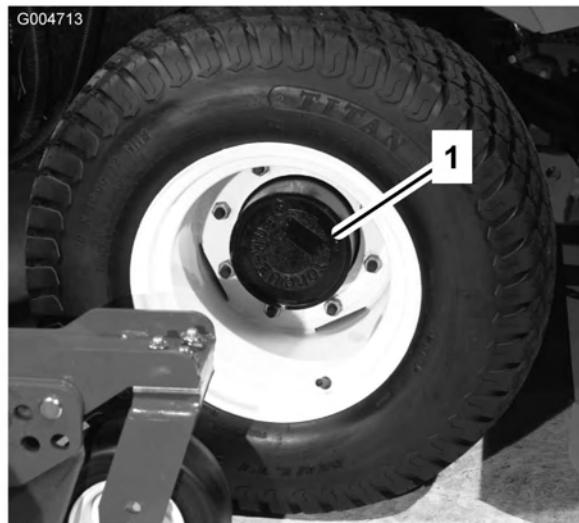

Figura 58
1. Con la macchina parcheggiata su una superficie pianeggiante, posizionate la ruota in modo che il tappo di controllo/riempimento (Figura 58) si trovi nella posizione inferiore.